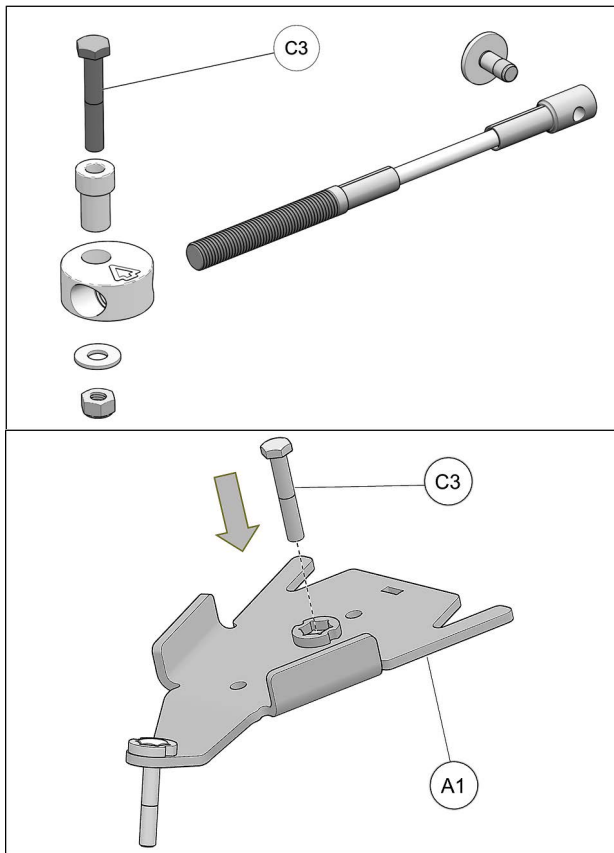

Fig. 26
9. Insérer le boulon M10x60 mm (C3) de l'ensemble de limiteur de conduite aux ancrages avant (A1) comme montré à la Fig. 26